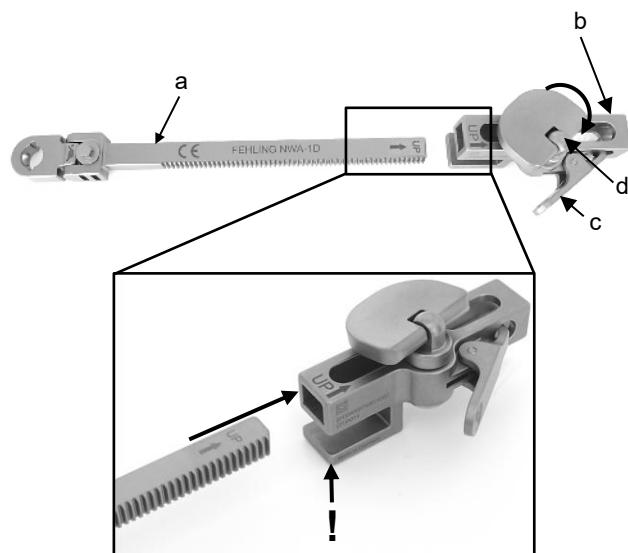

Abb. 22
Sowohl die Hakenführung (a) als auch der Fixierschlitten (b) haben eine mit „Pfeil“ und „UP“ gekennzeichnete Seite. Vor dem Einführen der Hakenführung (a) in den Fixierschlitten (b) ist darauf zu achten, dass die beiden gekennzeichneten Seiten nach oben zeigen. Das Einführen der Hakenführung (a) in den Fixierschlitten (b) erfolgt in der gekennzeichneten Pfeilrichtung (Abb. 22). Der Pfeil auf dem Fixierschlitten (b) bezieht sich ausschließlich auf das Einführen der Hakenführung (a) und nicht für die Aufnahme des Spreizerrahmens. Die Hakenführung (a) wird soweit durch die Öffnung des Fixierschlittens (b) geschoben, bis die Sperre (c) auf der Zahnstange der Hakenführung (a) greift. Während des Einführens muss die Sperre (c) durch Niederdrücken entriegelt werden.
**Wichtig:** Der Fixierschlitten (b) ist so auszurichten, dass sein U-Profil zum Situs hin offen ist (Abb. 22).